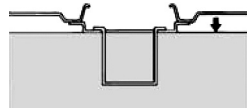

Рис. 4
2. Убедитесь в наличии топлива, если топлива мало, долейте до необходимого уровня (рис. 4).
При первом запуске или после длительного простоя заполните бак генератора на $\frac{3}{4}$ или до уровня, указанного на рис. 4.